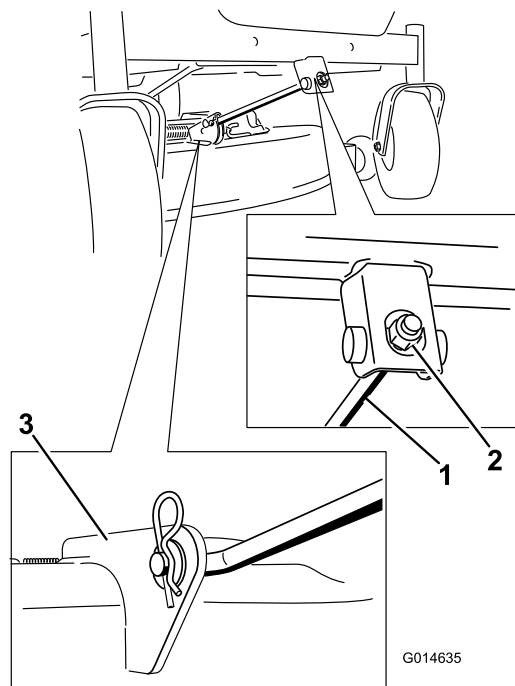

**Figure 53**
6. Pour régler l'inclinaison avant/arrière des lames, tournez l'écrou de réglage à l'avant du tablier de coupe (Figure 53).